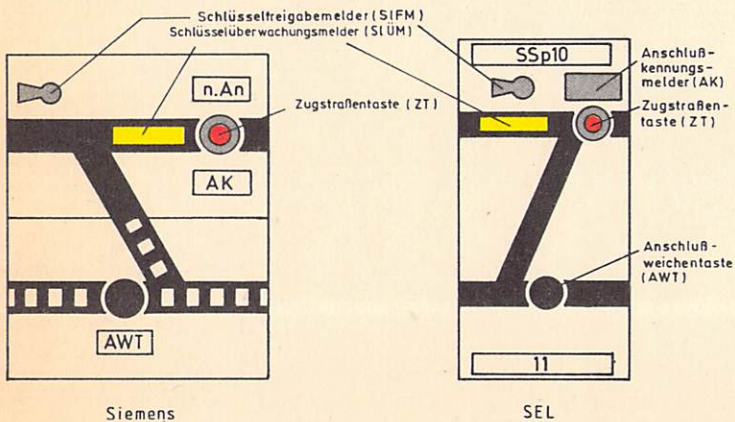

Bild 56
- (1) Die Schlüssel zum Bedienen von Ausweichanschlußstellen sind in Schlüsselsperren in der Ausweichanschlußstelle verschlossen. Sie werden in der Regel nur vom Fahrdienstleiter einer benachbarten Zugmeldestelle freigegeben. Auf eingleisigen Strecken und Streckengleisen mit Gleiswechselbetrieb kann der Schlüssel nur freigegeben werden, wenn der Erlaubnisempfang angezeigt wird. Abweichungen von den nachstehenden Bedienungshandlungen regeln die Direktionen in den Zusatzbestimmungen. **Zuständigkeit**
- (2) In der Grundstellung leuchtet der Schlüsselüberwachungsmelder bei nicht besetztem Streckenabschnitt gelb; der Anschlußkennungsmelder und der Schlüsselfreigabemelder sind dunkel (vgl. Bild 56). **Grundstellung**